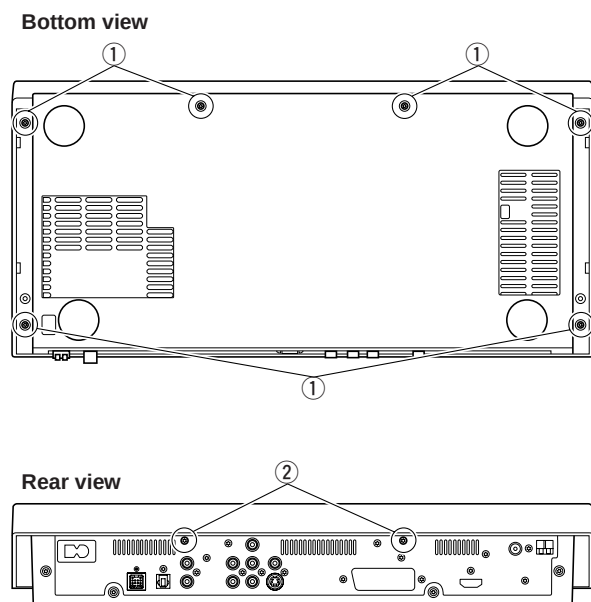

Fig. 1
- Remove 6 screws (①) and 2 screws (②). (Fig. 1)
- ① のネジ 6 本、② のネジ 2 本を外します。 (Fig. 1)